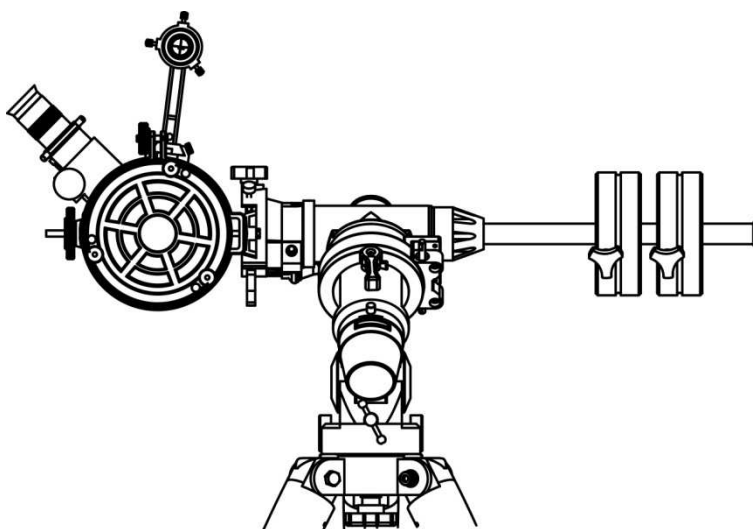

Fig. 15
- 2.1.2. Amenez le télescope dans la position indiquée par la fig. 15.